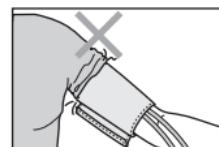

Рис. 9
7. Если Вы завернете рукав одежды и сдавите руку, препятствуя току крови, показания прибора могут не соответствовать Вашему артериальному давлению (рис. 9).